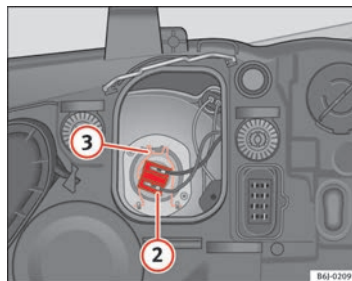

Fig. 137 Anabbaglianti
- Estrarre il connettore ⇒ pag. 231, fig. 137 ② della lampada.
- Sganciare la molla di ritegno ⇒ pag. 231, fig. 137 ③ premendo verso l'interno e a destra.